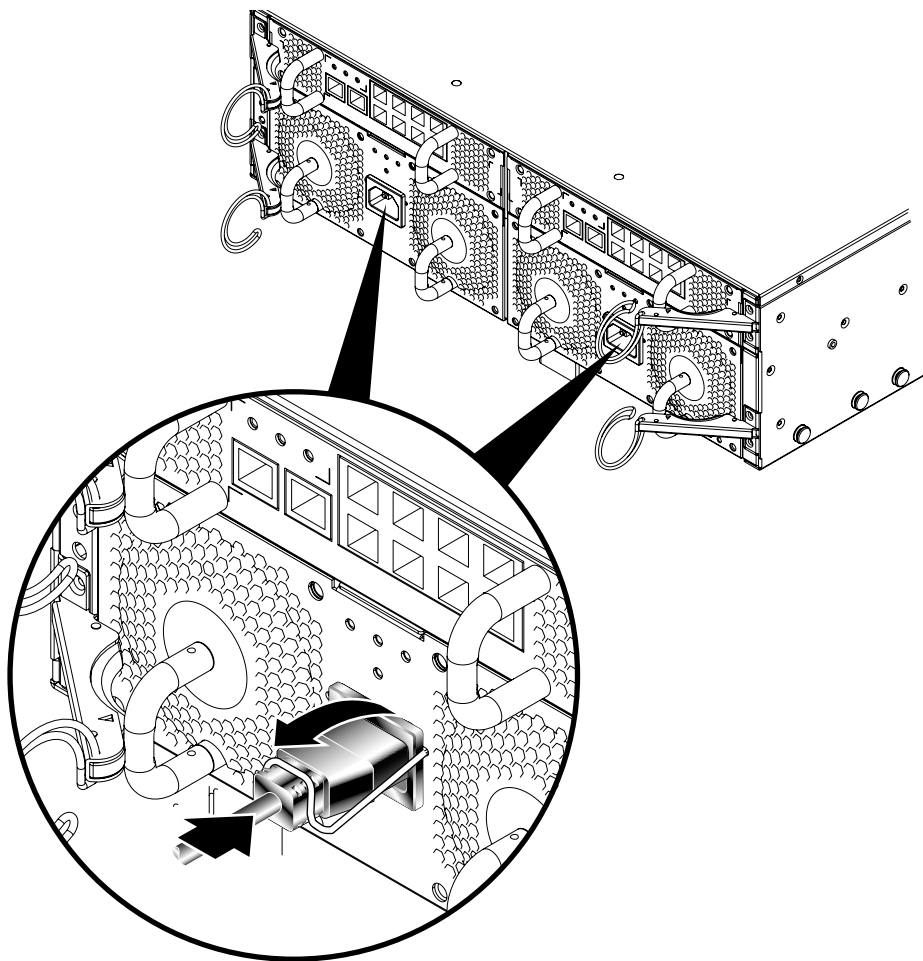

図 5-3 電源コードの固定クリップによる固定
3. 電源コードの固定クリップを使用して、電源コードを所定の位置に固定します (図 5-3)。